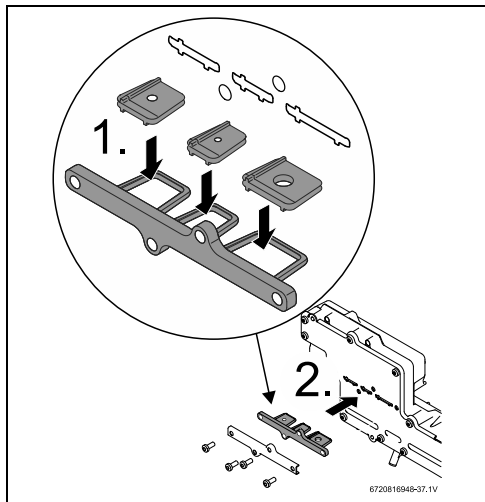
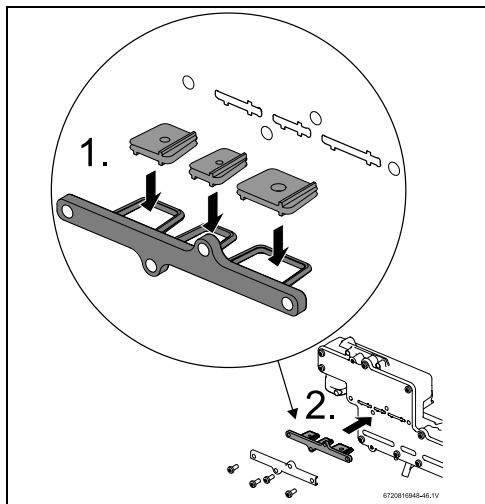

Fig. 52 Assemblage de conversion de gaz pour l'appareil 199kBTU
Fig. 53 Assemblage de conversion de gaz pour l'appareil 160kBTU
- ▶ Les 3 panneaux de restriction doivent être pré-assemblés sur leur bac, mais s'il est en vrac dans la boîte, respecter les consignes d'installation, comme illustré sur la fig. 52 et 53 [1].
- ▶ Introduire la plaque de conversion GPL à l'endroit approprié, illustré sur la Fig. 52 et 53 [2].
- ▶ Les trois limiteurs de débit ainsi que les joints doivent être assemblés conformément à la Fig. 52 et Fig. 53, afin d'assurer des performances correctes de l'appareil.